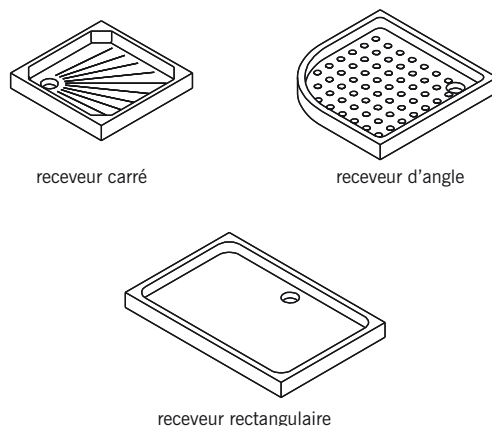

fig. 14.18
■ Le **receveur de douche** ou **bac à douche** : récipient à fond plat aux rebords peu élevés destiné aux douches. Le receveur peut être en céramique (grès émaillé), en acrylique et plus rarement en acier émaillé ou en fonte émaillée. Il existe plusieurs formes de receveurs (fig. 14.18) : carrée (la plus courante) rectangulaire, pentagonale et en angle. Selon le mode de pose et le type d'évacuation, on distingue :